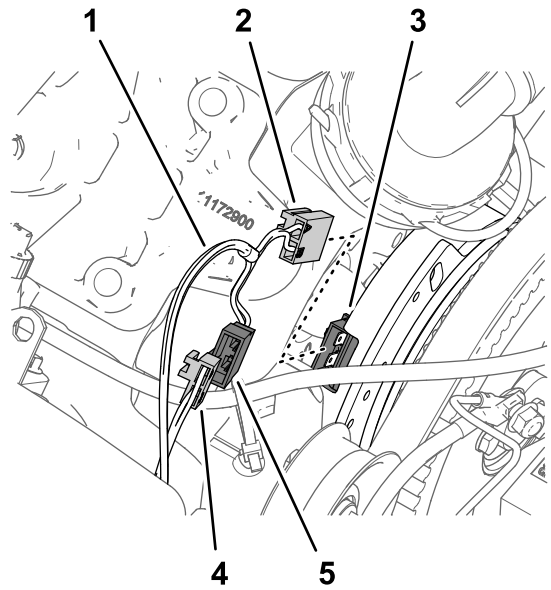

Figure 166
2. Branchez le connecteur à 2 broches de la branche de 84 cm du faisceau du kit étiqueté PUMP CLUTCH au connecteur à 2 douilles du faisceau de la machine étiqueté SPRAY PUMP COIL (Figure 166).
3. Branchez le connecteur à 2 douilles du faisceau du kit étiqueté PUMP CLUTCH au connecteur à 2 broches de l'alternateur (Figure 166).